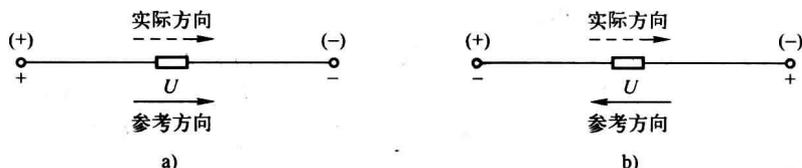

图 1-8 电压的参考方向与实际方向
(3) 实际方向 电压的实际方向为高电位指向低电位。
(4) 参考方向 任意选定某一方向作为电压的正方向，也称为参考方向。
(5) 电压参考方向的表示方法 在电路分析时，也需选取电压的参考方向。如图 1-8 所示，当电压的参考方向与实际方向一致时，电压为正 ( $U > 0$ )；当电压的参考方向与实际方向相反时，电压为负 ( $U < 0$ )。电压的参考方向可用箭头表示，也可用正 (+)、负 (-) 极性表示。